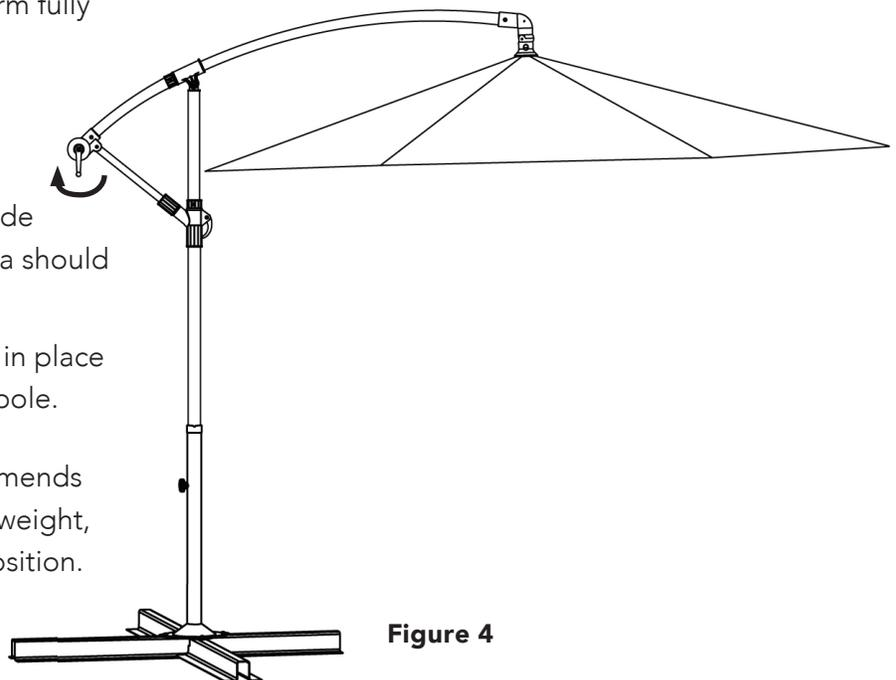

Figure 4
**STEP 2:** Lock in place by pushing Locking Handle in toward pole (2) and sliding Locking Sleeve down over Hinge (3). Turn umbrella Crank Handle clockwise to open umbrella to its fully open position, as shown in Figure 4.
**ÉTAPE 2:** Verrouillez en place en poussant la poignée de verrouillage vers le poteau (2) et en faisant glisser le manchon de verrouillage vers le bas sur la charnière (3). Tournez la manivelle du parapluie dans le sens des aiguilles d'une montre pour ouvrir le parapluie à fond, comme indiqué sur la figure 4.